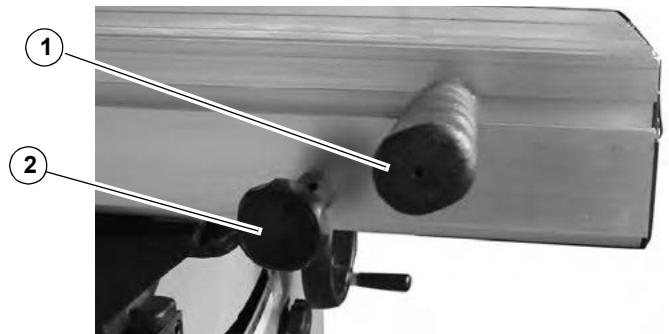

Abb. 5-4: Einbau des Schiebebügels und des Sicherungsstifts
- Schieben Sie die T-Mutter M12x1,75 in die Schiebewand und schrauben Sie den Schiebebügel (Pos. 1, Abb. 5-4) mit einem 17 mm Schraubenschlüssel ein.
- Führen Sie den Sternsicherungsstift (Pos. 2, Abb. 5-4) in die Schiebewand ein und sichern Sie die Sechskantmutter M10 auf der gegenüberliegenden Seite.